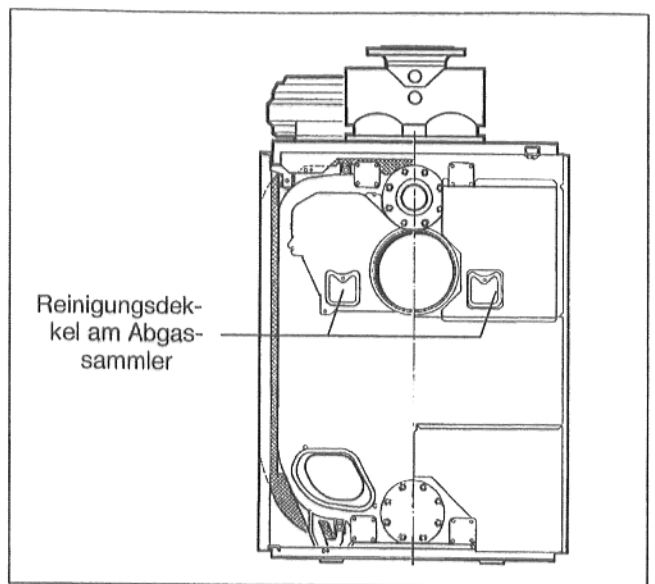

Abb. 64
- Verbrennungsrückstände aus dem Abgassammler entfernen (Abb. 64).